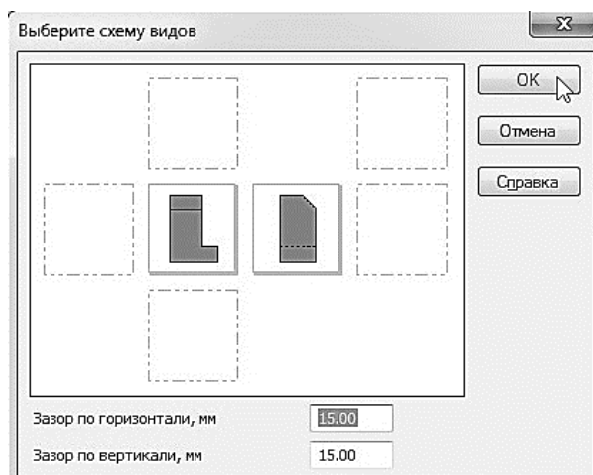

Рис. 59. Диалоговое окно выбора схемы видов
- **Схема видов** – в появившемся диалоговом окне откажитесь от создания вида снизу (щелкните левой кнопкой мыши по виду, от которого надо отказаться (рис. 59));